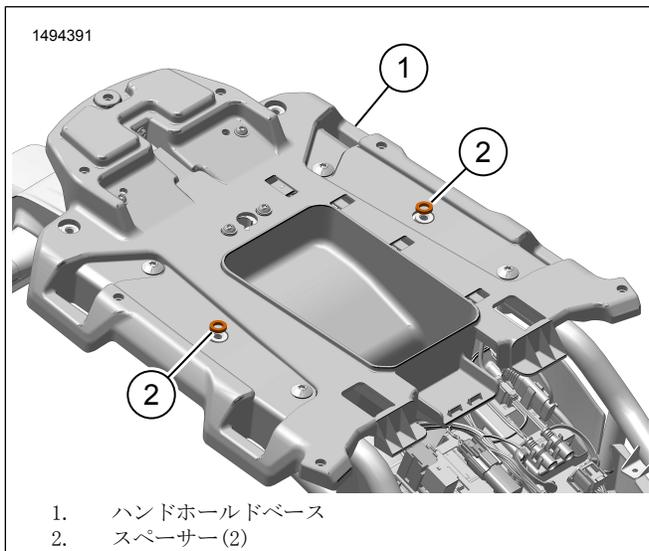

図7。スペーサー
6. 図7を参照してください。ハンドホールドベース(1)にスペーサー(2)を取り付けます。